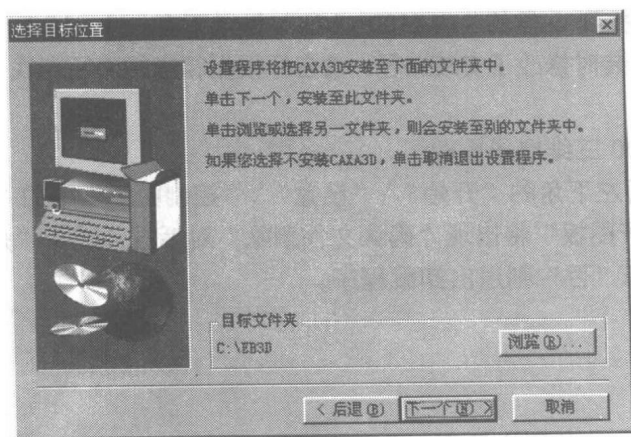

图 1-6
6) 安装路径 (见图 1-6)。安装程序缺省将软件安装到 C 盘的 \EB3D 选择“例览”, 可以将软件安装到其它位置。